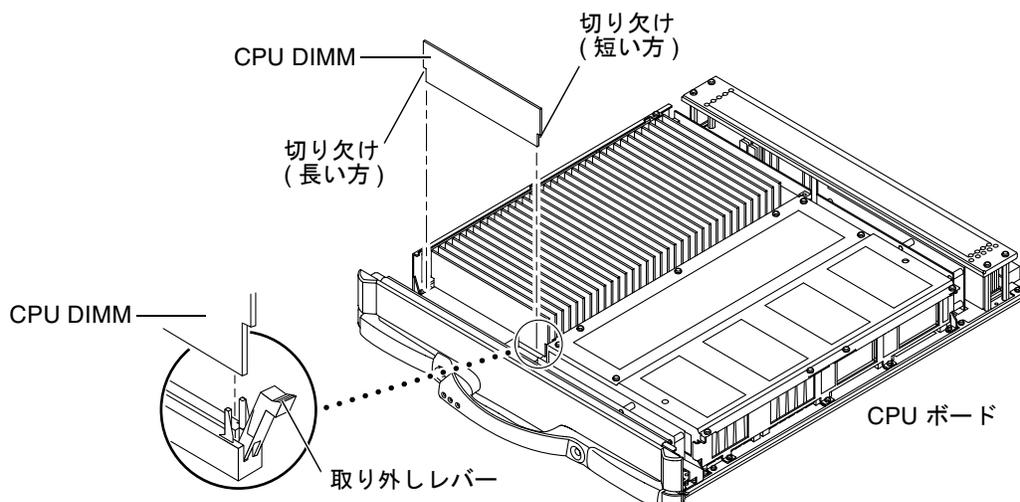

図 2-14 CPU DIMM の取り外し
4. 図 2-14 に示すように、DIMM コネクタの両側の取り外しレバーを押し下げて、障害が発生した CPU DIMM を取り出します。
4. CPU DIMM の短い方の切り欠けと長い方の切り欠けを、それぞれ DIMM コネクタの短い方および長い方に合わせます (図 2-14)。